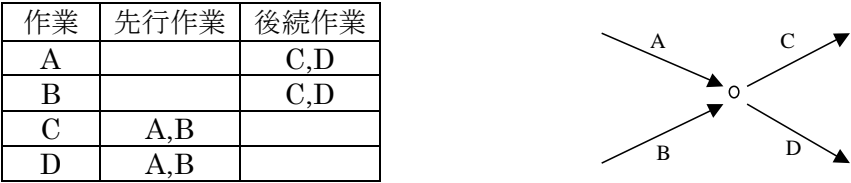

図3 結合点と先行・後続作業
- 3) 同じ結合点から出る(に入る)作業は共通の先行作業(後続作業)を持つ(図3)。